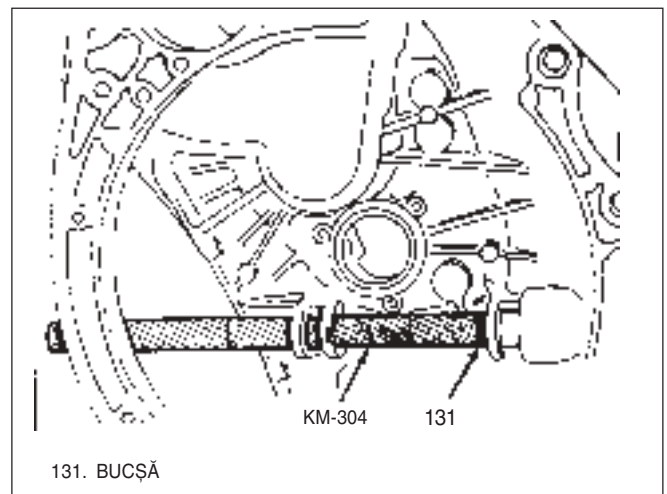

Fig. 61 Bucșele axului furcii de debreiere
- 3) Ansamblu placă portlagăre(51) prin demontarea șuruburilor(52,55,54). A nu se dezansambla.
- 7) Capacul ambreiajului de la carcasă. Se demontează ambele bușe ale furcii de acționare a rulmentului de debreiere, Fig 61.
- 2) Bucșe ale furcii de acționare a rulmentului de debreiere. Pintenul de pe fiecare bușă trebuie să intre în adâncitura din carcasa cutiei. Interiorul bușelor se unge cu vaselină pe bază de bisulfură de molibden, Fig 61.